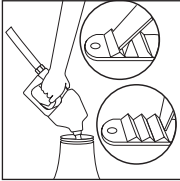

Figure 8/Ilustración 8
- Each nozzle should be tested for proper operation prior to being put into service. (See Figure 8)
- Antes de entrar en servicio, es necesario comprobar el buen funcionamiento de todas las pistolas (consulte la Ilustración 8).